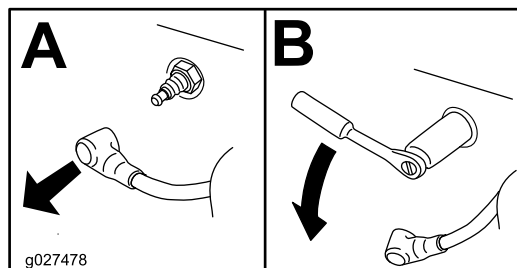

Bild 42
3. Nehmen Sie die Zündkerze heraus (Bild 42).